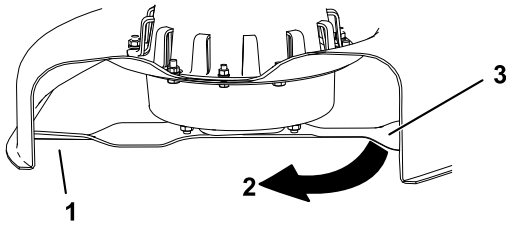

Figura 31
4. Ruotate la stessa lama di 180 gradi in modo che il tagliente opposto si trovi ora nella stessa posizione (Figura 31).